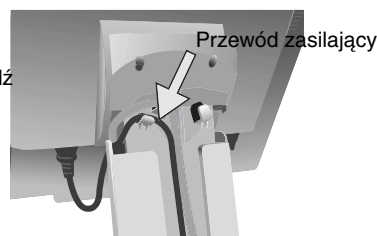

Rysunek C.2
5. Przewody należy umieścić w uchwycie na przewody w następującej kolejności: przewód zasilający, przewód (**Rysunek C.2**).